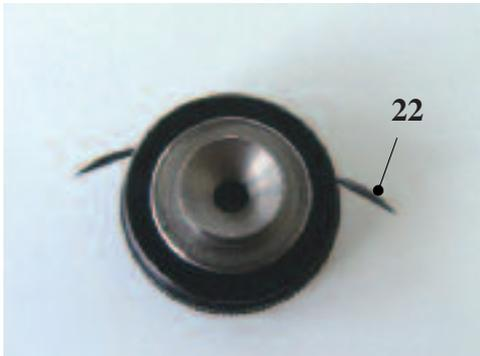

Fig. 13
A l'aide d'une paire de pinces genre brucelles, sortir les deux clavettes (22) des guides et les retirer Fig. 13.